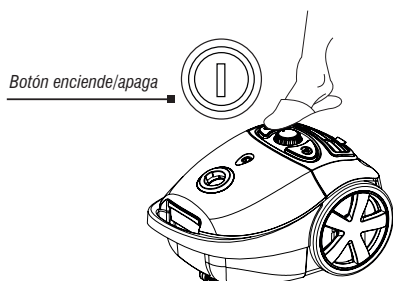

Fig. 8 – Encender/apagar la aspiradora de polvo
- Presione levemente el botón enciende/apaga para accionar la Aspiradora de Polvo APV 1203 VONDER, de acuerdo a como se muestra en la Fig. 8. Para apagar, basta presionar el botón una vez más;